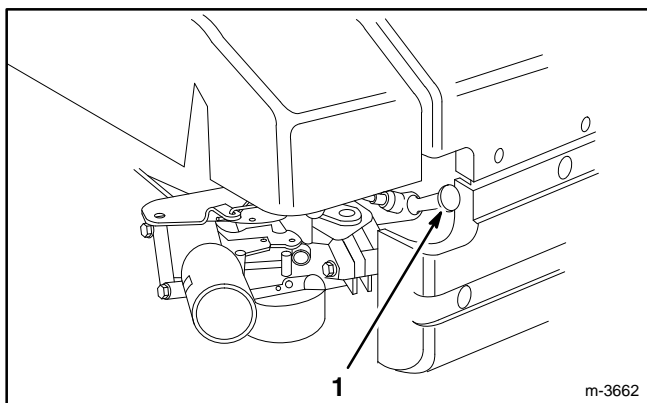

Figure 12
1. Connecter le fil d'allumage à la bougie (Fig. 12).
1. Arrêter le moteur et débrancher le fil de la bougie (Fig. 12). Sur les modèles à démarrage électrique, retirer la clé de contact.
1. Couper le moteur et le laisser refroidir. Débrancher le fil de la bougie (Fig. 12). Sur les modèles à démarreur électrique, retirer la clé de contact.
3. Couper le moteur et débrancher le fil de la bougie (Fig. 12). Sur les modèles à démarreur électrique, retirer la clé de contact.
1. Arrêter le moteur et débrancher le fil de la bougie (Fig. 12). Sur les modèles à démarreur électrique, retirer la clé de contact.